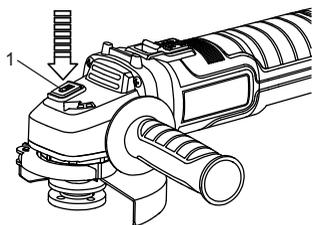

Fig. 10
1. Presione el botón de bloqueo del husillo (1) gire el husillo hasta que quede bloqueado (Fig. 10).